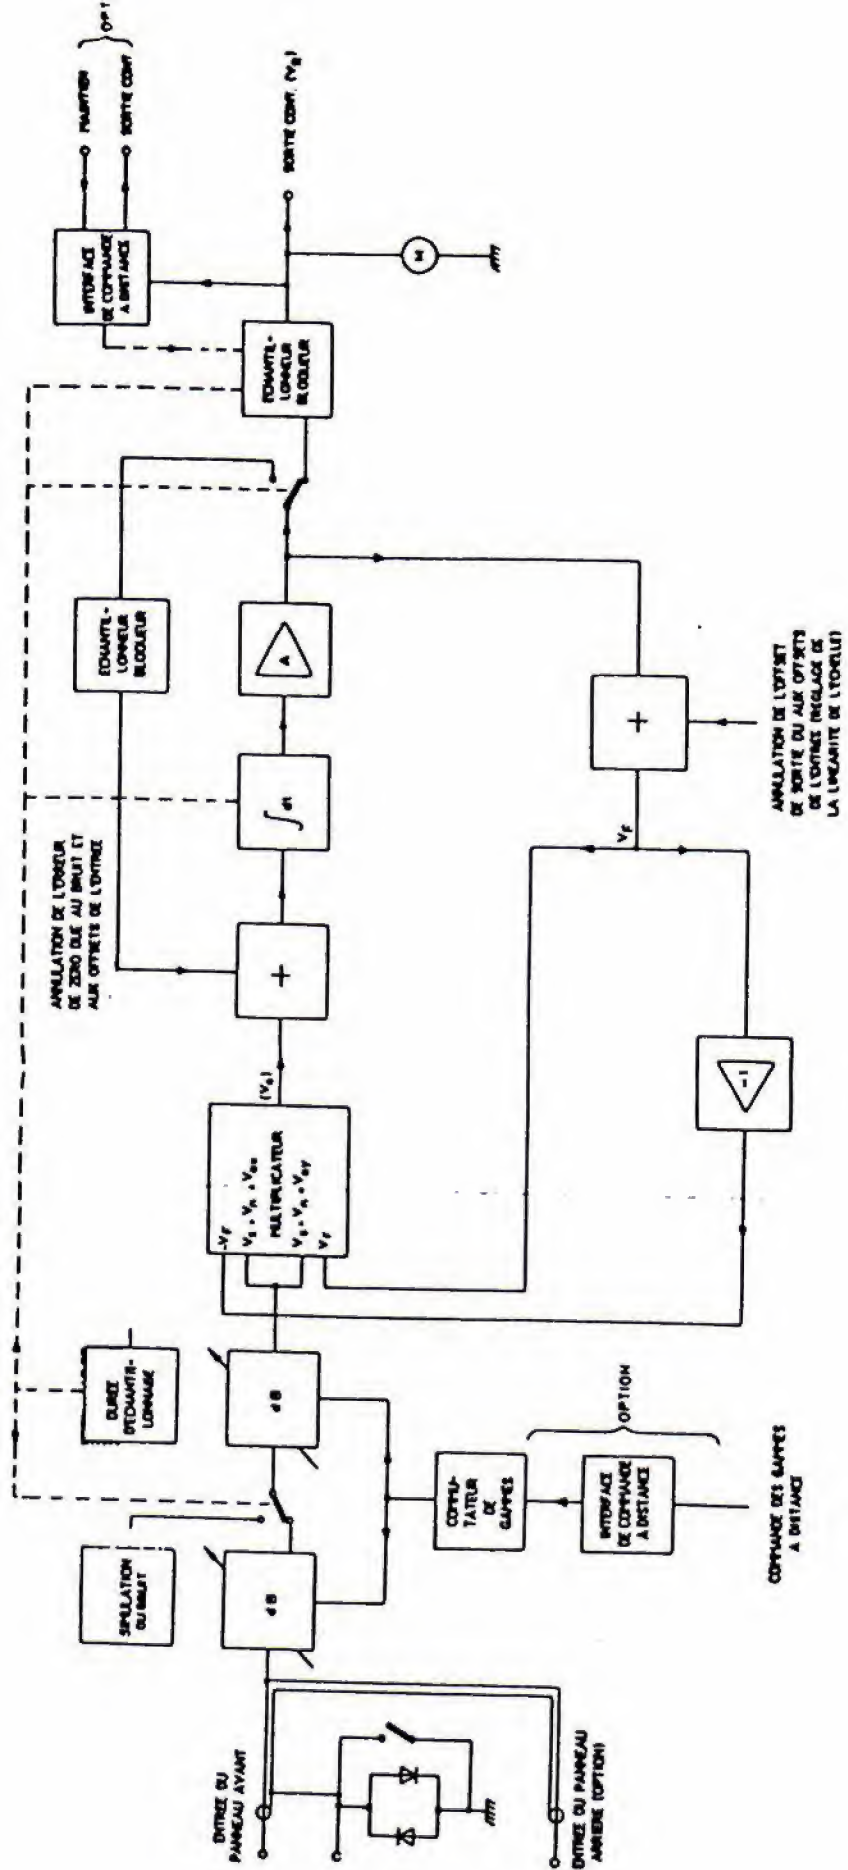

Figure 3.1 Schéma synoptique
1. Se référer au schéma synoptique de la figure 3.1 pour suivre les explications des principes de fonctionnement données dans ce chapitre. Les descriptions détaillées des circuits utilisés sont données au chapitre 4. Les schémas des circuits, l'implantation des composants et la liste des pièces détachées sont regroupés dans la troisième partie de cette notice.